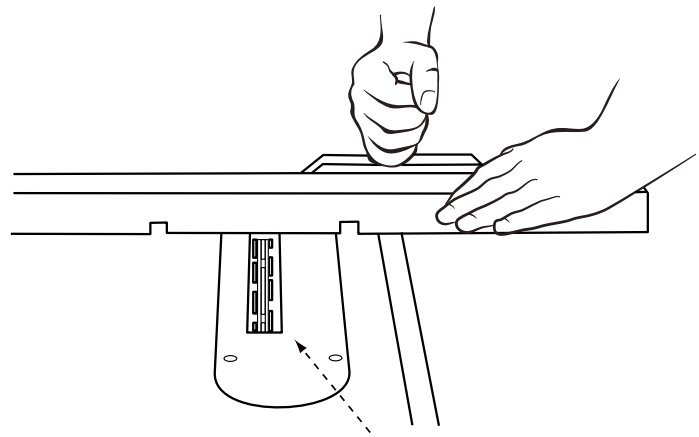

FIGURA 30
- Debe usar la placa de garganta para ranurar de accesorio, mostrado en la Figura 30, en vez de la placa de garganta estándar. Asegúrese de que la placa de garganta esté al nivel de la mesa antes de continuar.